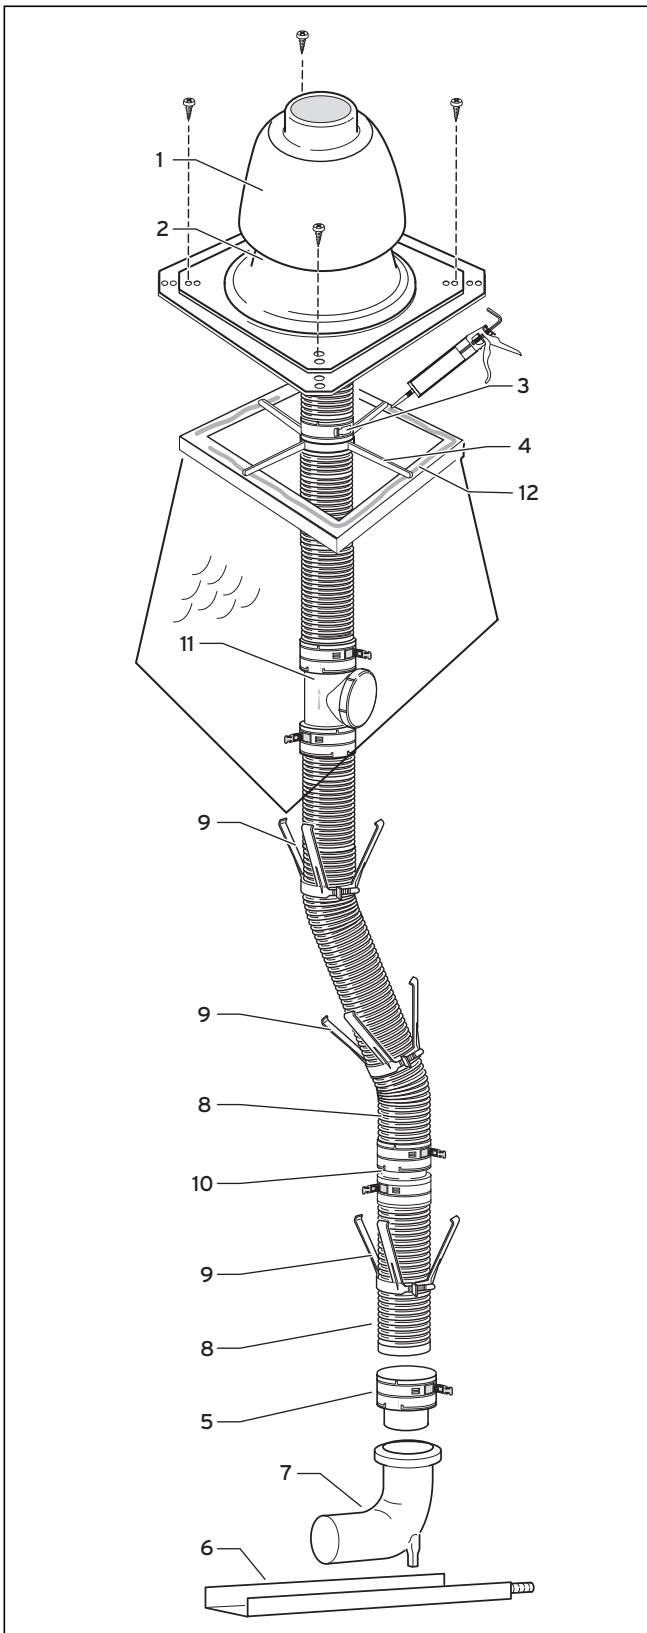

Abb. 4.28 Systemaufbau flexible Abgasleitung
- Schieben Sie das untere Ende der Abgasleitung (8) bis zum Anschlag in das Einsteckelement (5) und befestigen Sie es mit den Klick-Verschlüssen.
- Montieren Sie die Abstandshalter (9, siehe Abb. 4.28) im Abstand von maximal 2 m an der Abgasleitung.
- Schieben Sie das Montagekreuz (4) über die Abgasleitung (8), auf die Schachtwange (siehe Abb. 4.28).
- Schieben Sie den Anschlussring (3) über die Abgasleitung (8) und fixieren Sie ihn mit den Klick-Verschlüssen über dem Montagekreuz (4). Die Abgasleitung hängt im Montagekreuz.
- Dichten Sie den Mündungsrand (12) mit Silikon ab.
- Befestigen Sie den Fuß des Schachtaufsatzes (2) mit vier Schrauben.